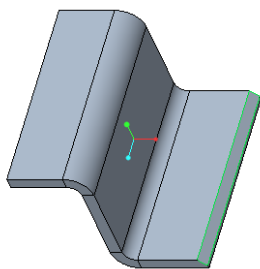

图 2-75 完成的冲压边
(4) 在“边倒角”选项卡中单击（完成）按钮，创建的边倒角结果如图 2-75 所示。